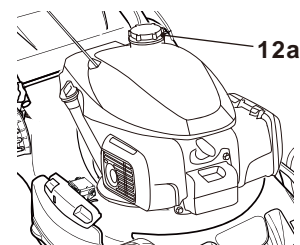

Fig. 7
3. Dévisser et retirer le bouchon du réservoir de carburant (12 a) (Fig. 7).